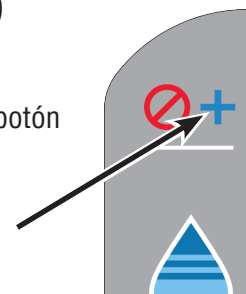

Figura 6
2. Dispense agua de las líneas de NO CARBONATADA presionando y manteniendo presionado el botón de "+" (Figura 6), hasta que la apariencia nublada se disipe y el agua fluya clara.